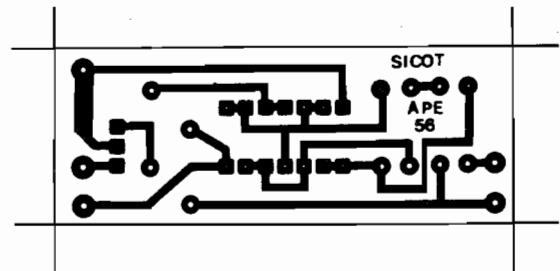

FIG. 3-P
**- FIG. 3-P - LAYOUT DO CIRCUITO IMPRESSO ESPECÍFICO** - Vista em tamanho natural (o que facilita muito a cópia direta, simplificando a confecção final...) a plaquinha de Circuito Impresso específica para a montagem detalha, em preto, as áreas cobreadas que devem restar após a corrosão na solução de Percloroeto de Ferro... As áreas em branco representam a superfície da placa **livre**